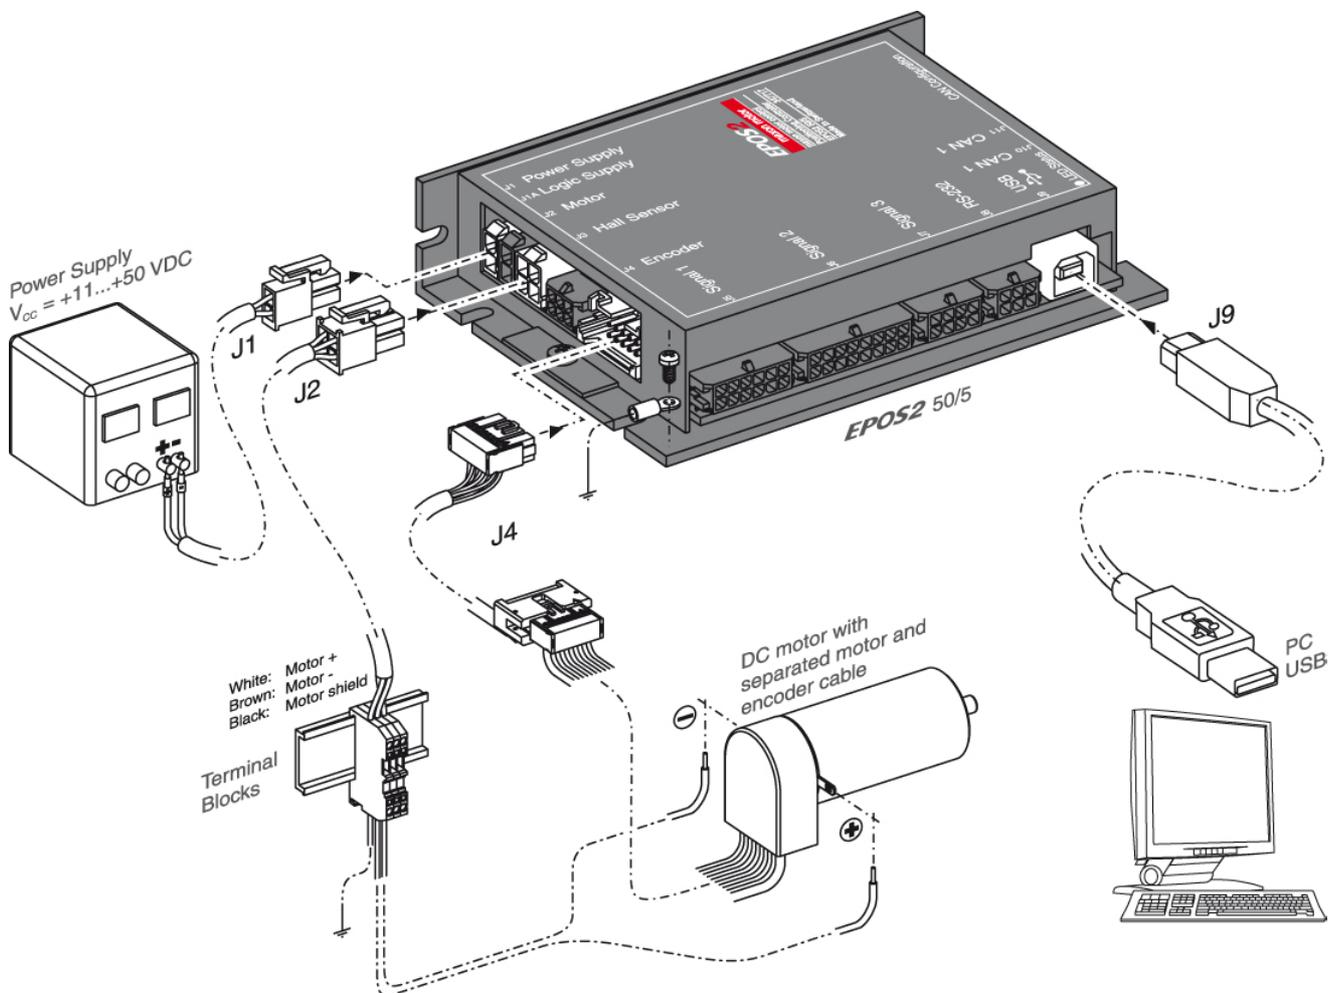

図 3-5 最小限の配線：モータ・ケーブルとエンコーダ・ケーブルが別々の maxon DC motor (ブラシ付きモータ)
- 2) 下表および下図をご参考に配線作業を行って下さい。(→ 表 3-6 および 図 3-5) .